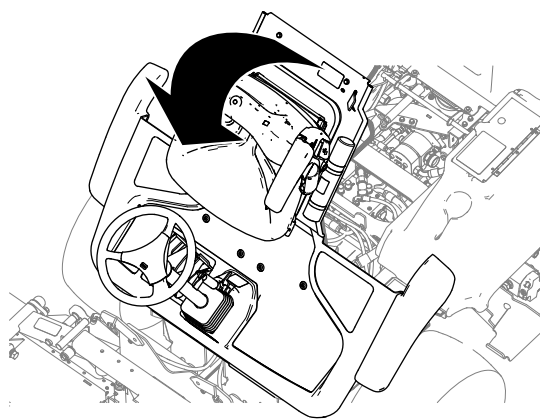

Figure 52
2. Relevez la plate-forme (Figure 52).